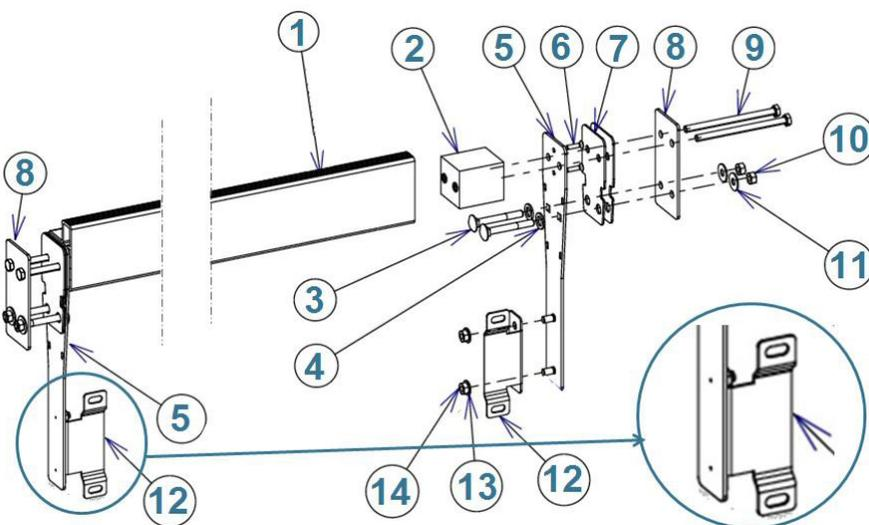

Abb. 42 – Zusammenstellung und Montage des Trägers
Die Montageschritte des Trägers werden in Abb. 42 dargestellt. Die benötigten Schrauben für diese Montage befinden sich im Beutel Y. Auf dieser Abbildung befindet sich die Holzwand zwischen den Teilen 7 und 8 und die Folienauskleidung zwischen den beiden (7) Gummidichtungen.
Montieren Sie die beiden Anschlagwinkel der Trennwände (12) auf den Platten (5) mithilfe von vier Muttern (14) und vier Unterlegscheiben (13) von 8 mm Durchmesser aus Edelstahl A4. Die Vorsprünge, auf denen sich die Langlöcher der Winkel befinden (12), müssen auf der gleichen Seite des Trägers sein (siehe Zoom in Abb. 42).
Befestigen Sie schließlich die Trennwand auf den Winkeln (Teil 12 in Abb. 42) mit vier Senkkopfschrauben (7) 8 x 16, vier Unterlegscheiben und vier Muttern von 8 mm Durchmesser aus A4 Edelstahl.